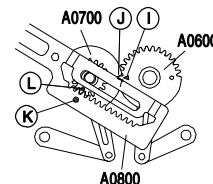

Fig. 14
- Beim Einsetzen der Fädelarme (Fig. 14) muss die Dreiecksmarkierung I (Pos. A0600) der Kerbe J (Pos. A0700) gegenüberstehen.
- Beim Einsetzen des Fädelschiebers (Pos. A0800, Fig. 14) muss das Loch K der runden Markierung L des Fädelschiebers (Pos. A0700) gegenüberstehen.
- Sicherungsscheibe (Pos. A0900, Fig. 14) anbringen.